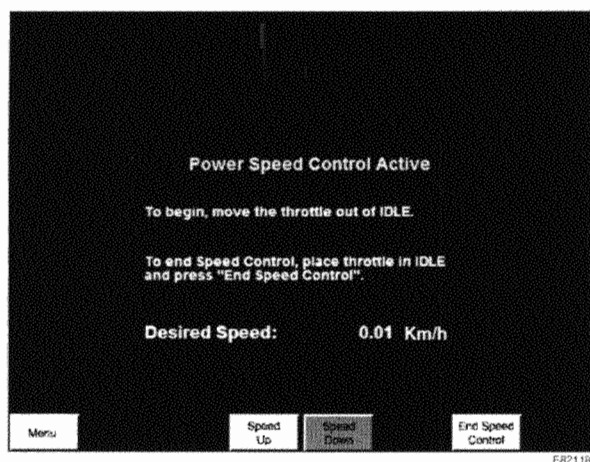

Figura 4-8. Pantalla Power Speed Control Active (Control de velocidad de potencia activo)
6. Oprima la tecla *START (ENCENDER)*. Aparece la pantalla de Control de velocidad de potencia activo. Consulte Figura 4-8.